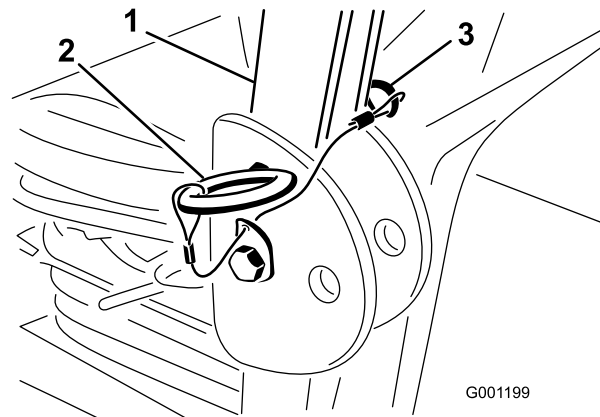

Рисунок 7
1. Установите защитную дугу в поднятое положение, а затем удалите игольчатые шплинты и два штифта (Рисунок 7).